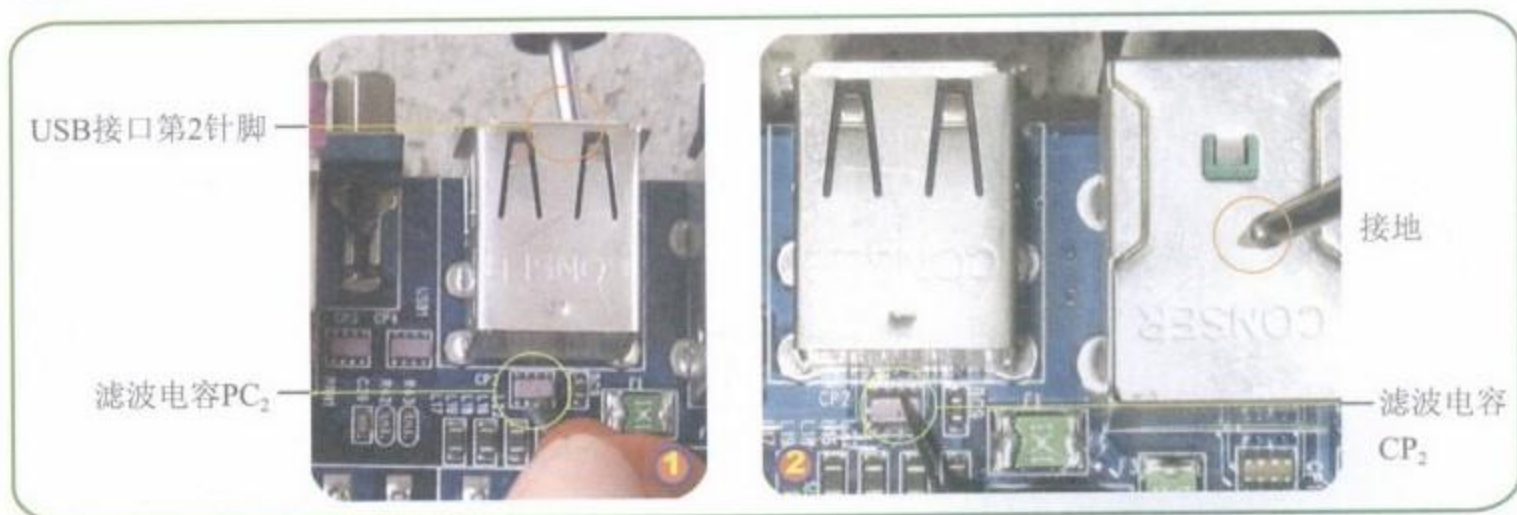

图5-50 测量USB接口电路中连接的滤波电容的线路
Step 05 测量USB接口电路中连接的滤波电容 CP_2 的线路，如图5-50所示。